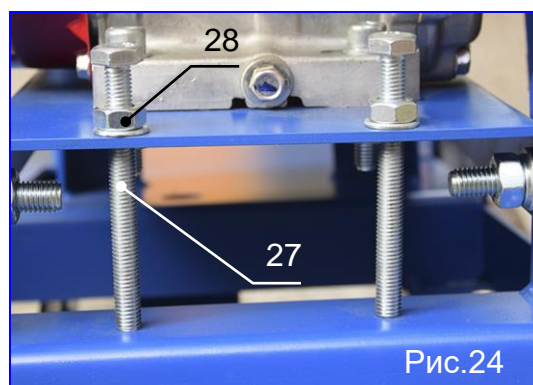

Рис.24
Если ремни ослабли/провисли, то необходимо натянуть их при помощи двух болтов натяжителя (поз.27, рис.24).
- Ослабьте две гайки (поз.28, рис.24) натяжных болтов
- Ослабьте натяжение ремня с помощью двух болтов (поз.27, рис.24).